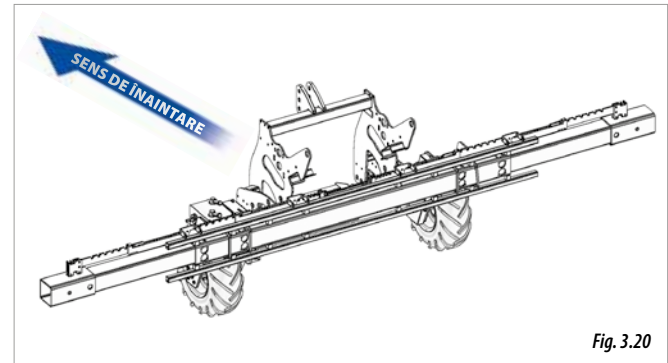

Fig. 3.20
- TELESCOPIC SIMPLU VARIANT (Fig. 3.20).